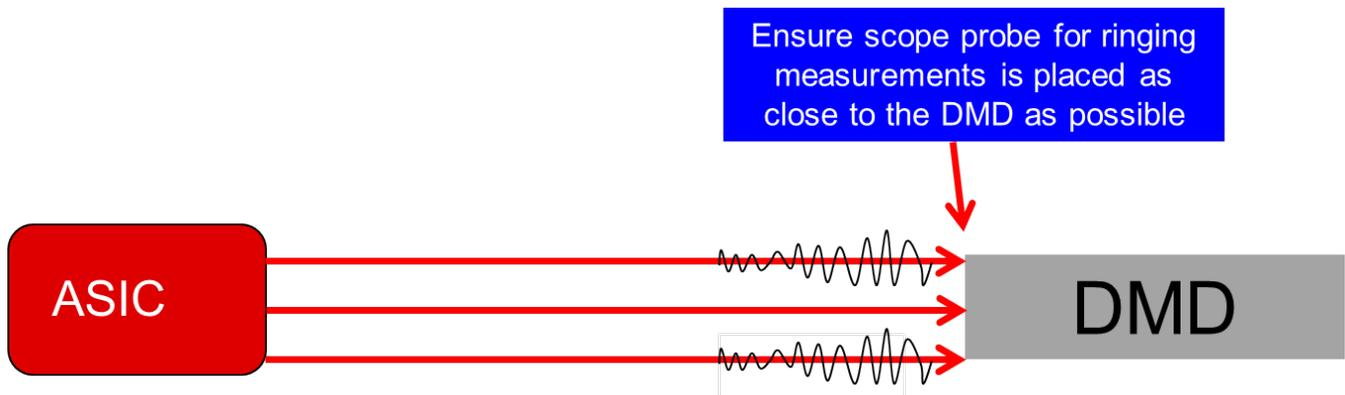

图 8. DMD 信号质量的测量
- 所有信号必须尽可能靠近 DMD (< 5mm) 测量。请参阅 图 8。